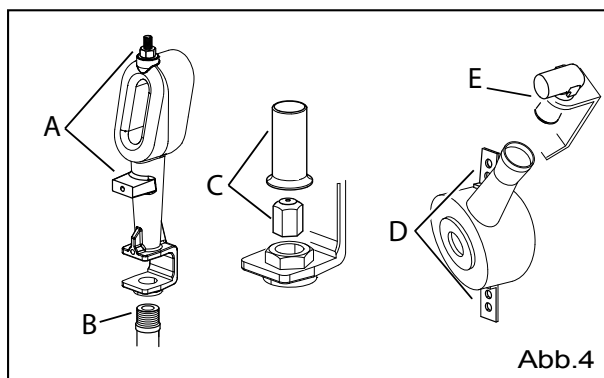

Abb.4
- Die Befestigung an der Halterung und den Versorgungsanschluss lösen (Abb. 4/A+B)
- Venturi-Rohr und Düse vom auszutauschenden Brenner abmontieren (Abb. 4/C)
- Die Befestigungsschrauben des Brenners lösen (Abb. 4/D)
- und den Versorgungsanschluss abschrauben (Abb. 4/E)